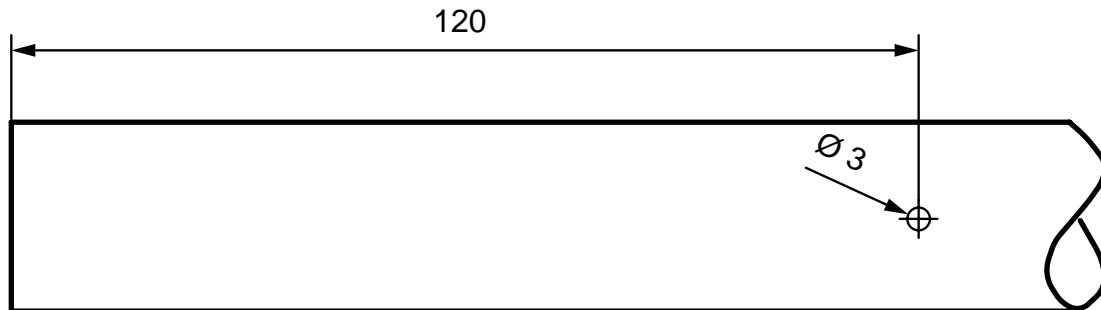

Abb. 1
-Anzeichnen der Bohrungen ( $\varnothing 3$  mm) mit einem Körner (s. Abb. 1)